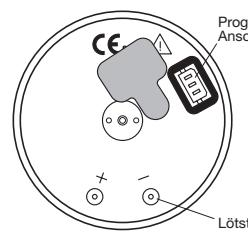
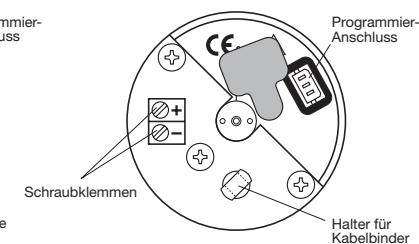

Bild 5
Bild 6
Zum Anschliessen der elektrischen Leitungen hat der Messumformer auf seiner Rückseite 2 Lötstützpunkte (Bild 5) oder einen Anschlussprint mit Schraubklemmen (Bild 6). Die Schutzart der Lötstützpunkte ist IP 00 nach IEC 529.
- dass die Daten, die zur Lösung der Messaufgabe erforderlich sind, mit denen auf dem Typenschild (Bild 5) des KINAX 2W2 übereinstimmen (Range/Messeingang, Output/Messausgang, Supply Voltage/Hilfsenergie)!